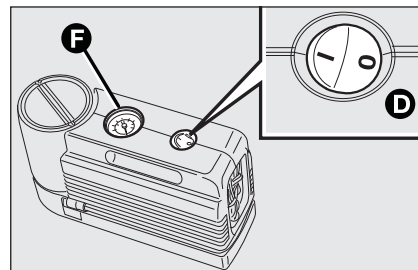
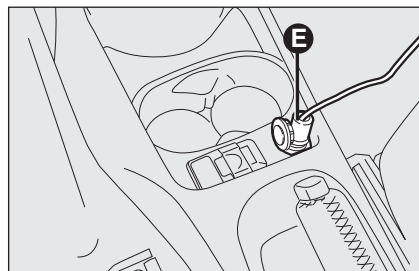

fig. 14
fig. 15
- ☐ assicurarsi che l'interruttore **D-fig. 14** del compressore sia in posizione 0 (spento), avviare il motore, inserire la spina **E-fig. 15** nella presa di corrente e azionare il compressore portando l'interruttore **D-fig. 14** in posizione **I** (acceso). Gonfiare il pneumatico alla pressione prescritta nel paragrafo "Pressione di gonfiaggio" del capitolo "Dati Tecnici".
Per ottenere una lettura più precisa, si consiglia di verificare il valore della pressione sul manometro **F-fig. 14** con il compressore spento;